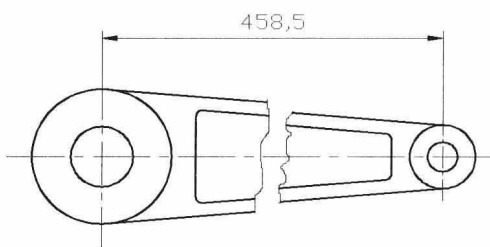

图 7-4-3
(1) 选择菜单命令“标注/线性”，标出尺寸，如图 7-4-3 所示。但是图形右侧有断开